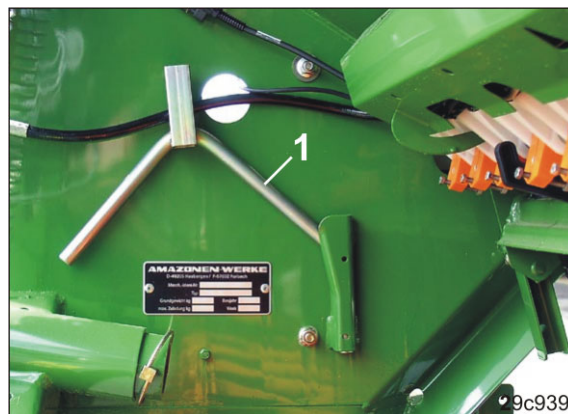

Fig. 81
10. Tag prøvehåndsvinget (Fig. 81/1) ud af holderen under såsædsbeholderen.